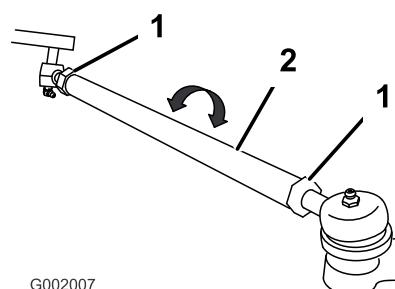

図 59
5. 前後の測定値の差が所定範囲がない場合、タイロッド両端のジャムナットを外して調整を行う (図 59)。